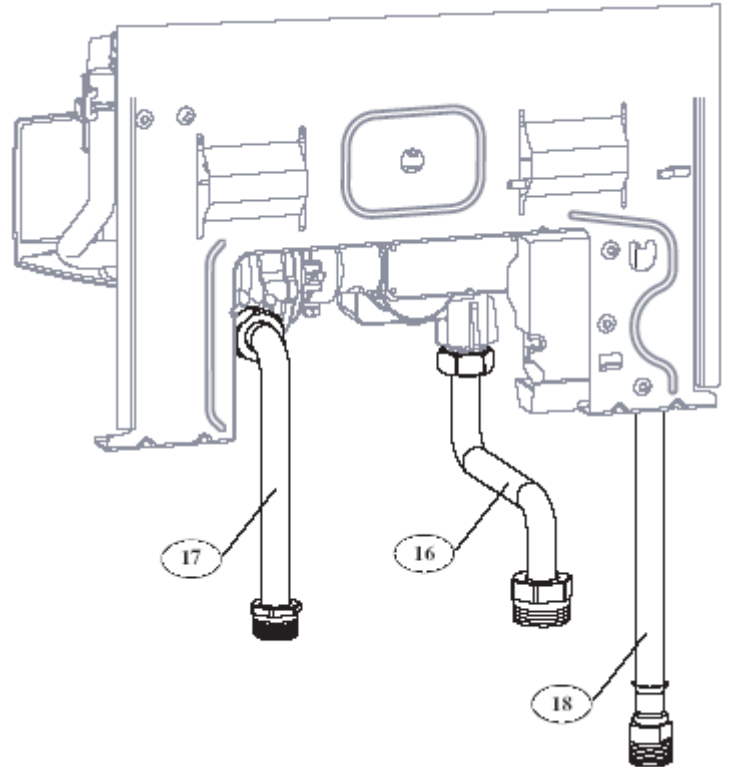

Рис. 7
Елементи приєднання природного газу (рис. 7):
Елементи приєднання газу бутану-пропану (рис. 7):
Елементи приєднання холодної води (рис. 7):
Елементи приєднання гарячої води за допомогою шланга **18** (рис. 7), встановленого на апараті
- Закрийте кран подавання холодної води **17** (рис. 7).